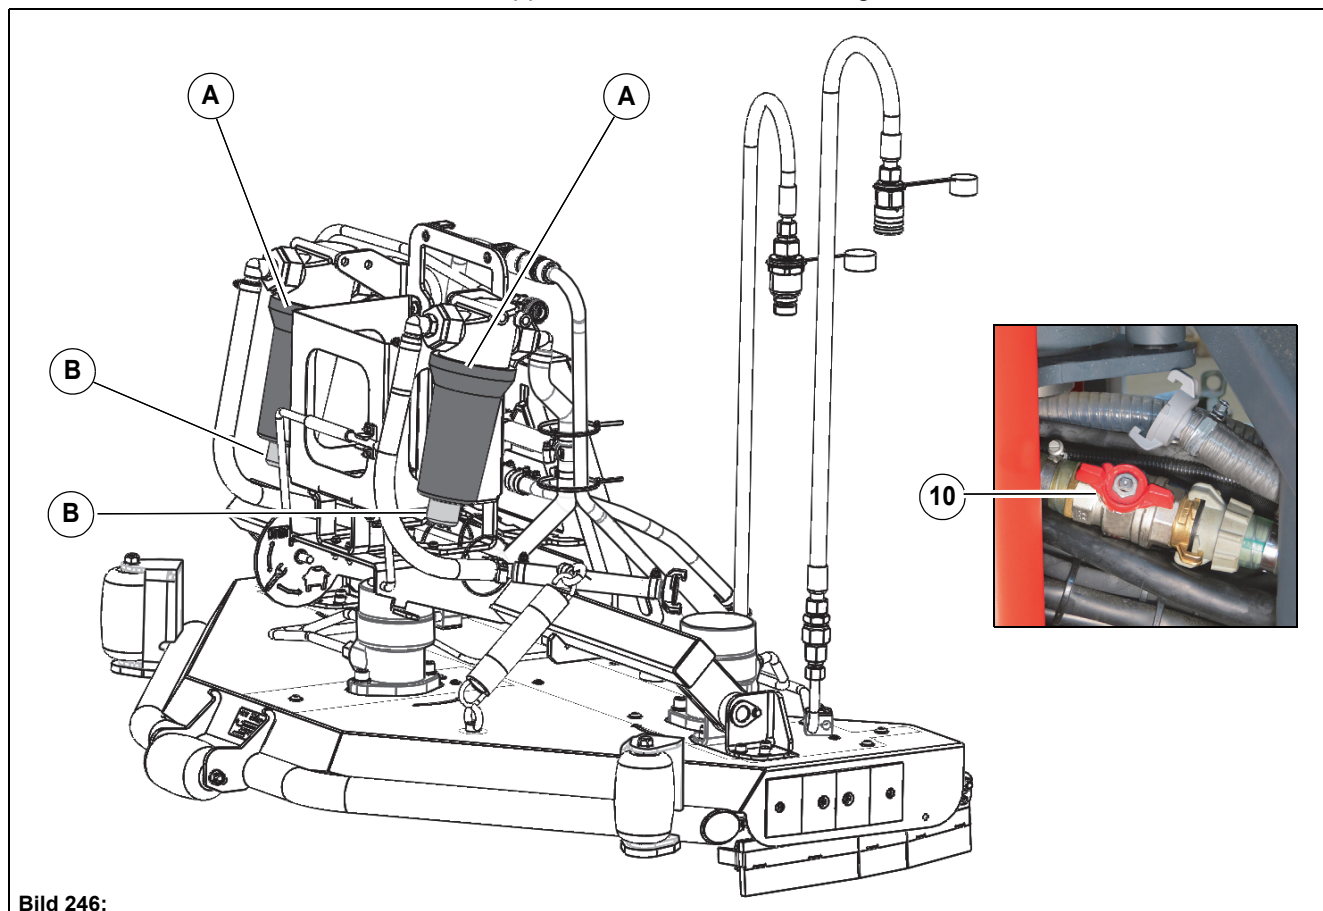

Bild 246:
Filterinsatserna till de båda cirkulationsvattenfiltren **Bild 246-A** måste kontrolleras efter varje användning. Rengör vid behov.
2. Lossa locket **Bild 246-B** och spola med cirkulationsvattnet tills vattenstrålen blir klar.
2. Skruva av cirkulationsvattenfiltren **Bild 246-A**.